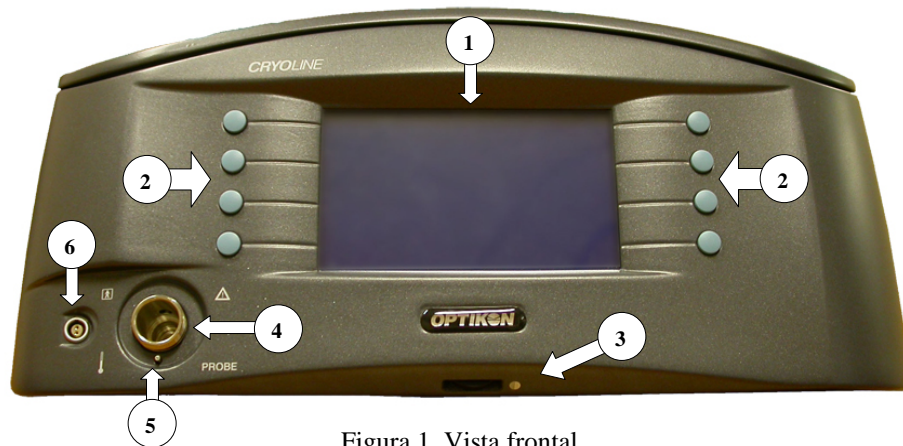
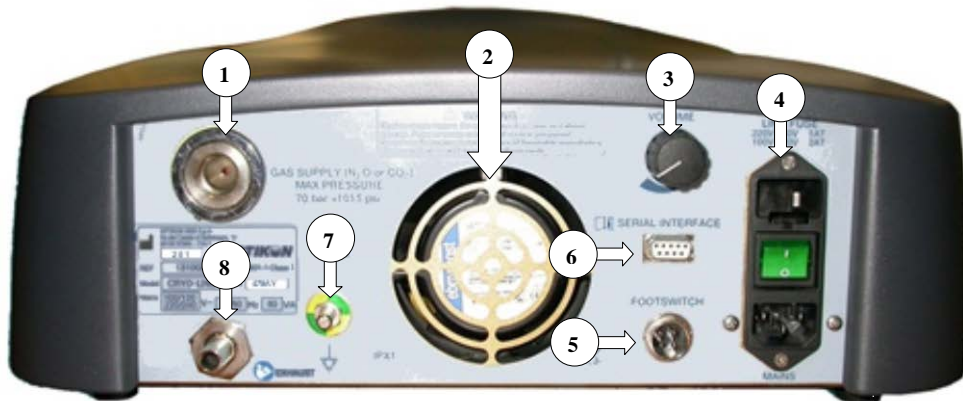

Figura 1. Vista frontal
Figura 2. Vista posterior
Esta sección contiene información sobre la configuración del dispositivo. A continuación se identifican y se describen todos los comandos operativos y las regulaciones. Los conectores y otros elementos del equipo están ilustrados en la figura 1. Los conectores del cuadro posterior y otros elementos están ilustrados en la figura 2.
- iv. Desconexión accidental del conector de la sonda de la consola (figura 1, ref.4).